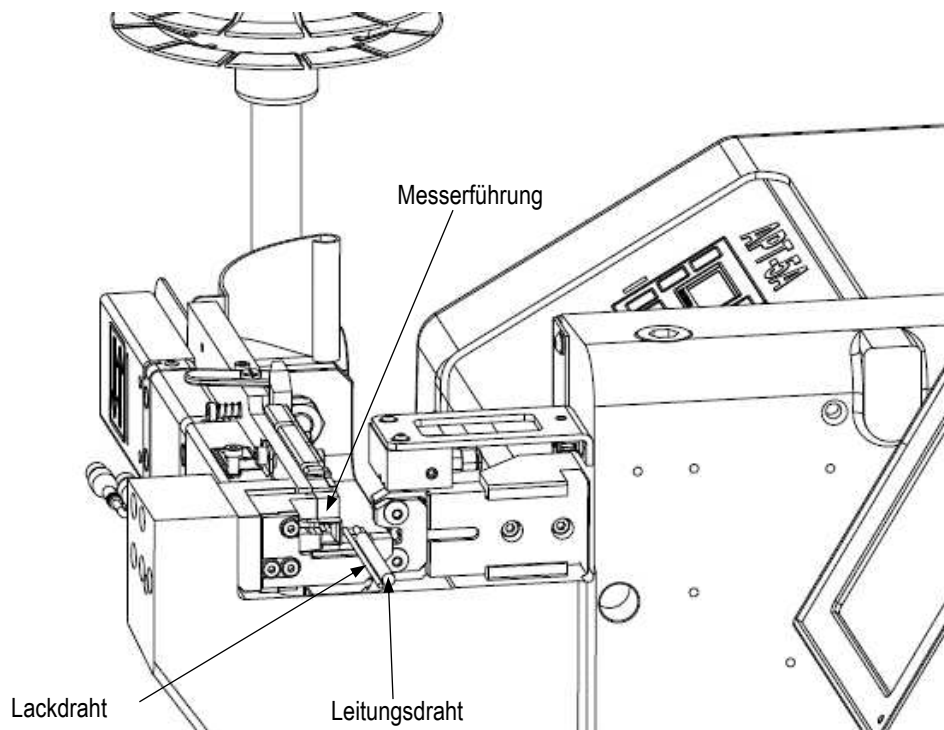
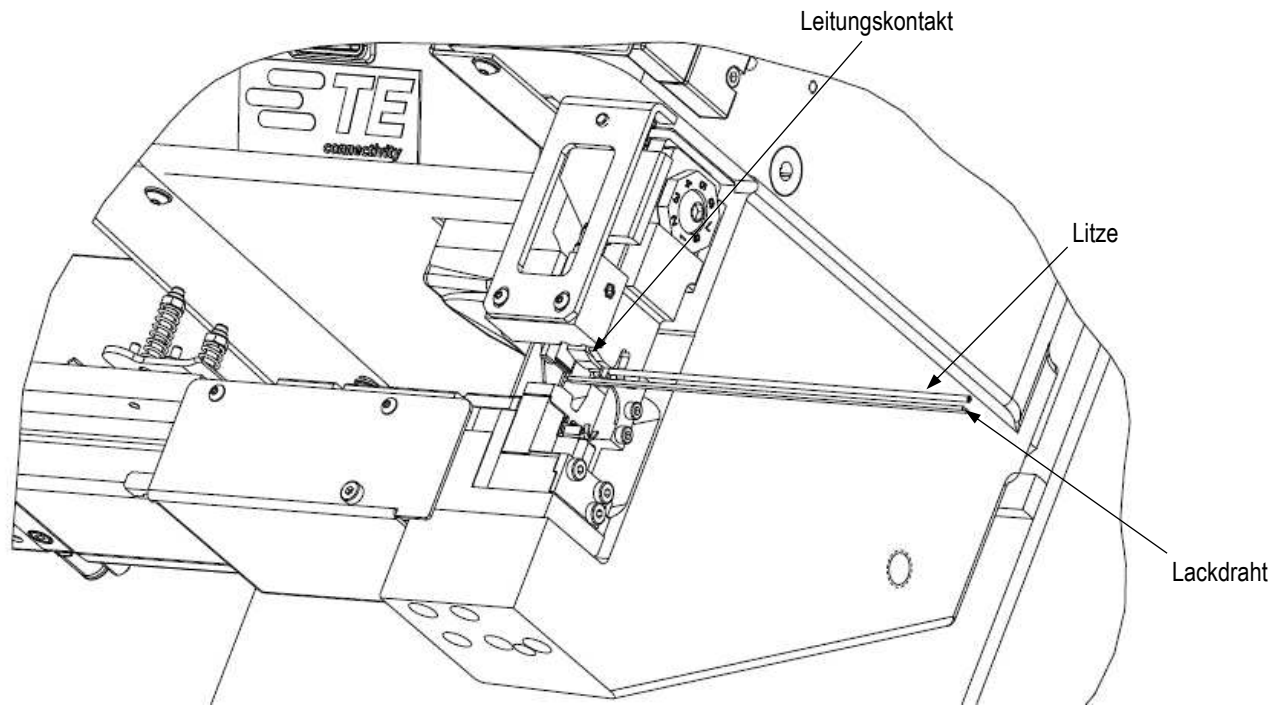

Abbildung 14
Abbildung 15
3. Halten Sie die Entriegelungstaste für den Vorschubfinger an der Vorderseite der Zuführplatte gedrückt, während der Kontaktstreifen durchgeführt wird, bis der erste Kontakt die Spitze des Vorschubfingers passiert hat. Lassen Sie dann die Taste los, um den Vorschubfinger einrasten zu lassen. Ziehen Sie den Kontaktstreifen leicht zurück, um sicherzustellen, dass der Vorschubfinger hinter dem ersten Kontakt eingerastet ist. (siehe Abbildung 14).
3. Führen Sie den Kontaktstreifen durch, bis der erste Kontakt die Spitze des Vorschubfingers passiert hat und sich über dem unteren Werkzeug (Amboss) befindet. Ziehen Sie dann leicht am Kontaktstreifen nach hinten, um sicherzustellen, dass der Vorschubfinger gegen den ersten Kontakt indiziert ist. Siehe Abbildung 15.
4. Drähte im „Zielbereich“ bündig mit dem Kontakt einlegen. Bei Verwendung von Litzen- und Lackdrähten sind diese wie in Abbildung 14 (Splice-Crimpmaschine) oder Abbildung 15 (Direktanschlussterminator) dargestellt zu positionieren. Um zwei oder drei Magnetdrähte zu verbinden, können diese sich in beliebiger Lage zueinander befinden. Das Crimpwerkzeug positioniert diese beim Crimpen automatisch nebeneinander am Boden des Kontaktes.